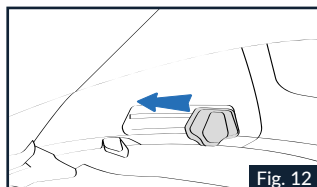

Fig. 12
1.1 Um das VPS zu aktivieren, den Schieber wie in Abb.12 dargestellt betätigen, bis das Einrasten zu hören ist, womit bestätigt wird, dass sich das VPS in der gewünschten Stellung befindet. Das VPS ist mit einer ganzen Reihe von Zwischenpositionen einstellbar, um
3.1. Das Kinnenteil des Helms öffnen und das VPS vollständig absenken (siehe vorherige Anweisungen). (Abb.12).
4.1 Das Kinnenteil des Helms vollständig öffnen und den seitlichen Schieber bis zum Anschlag bewegen (siehe vorherige Anweisungen) (Abb.12).